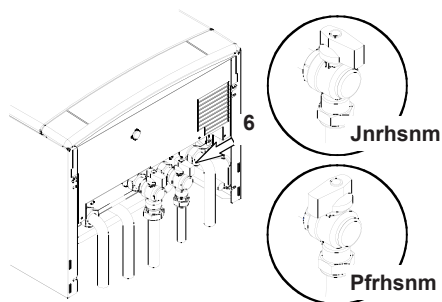

Рисунок 2.1
- Откройте кран заполнения системы отопления 6 (Рисунок 2.1) и закройте, когда давление достигнет значения, указанного на Рисунке 2.2.